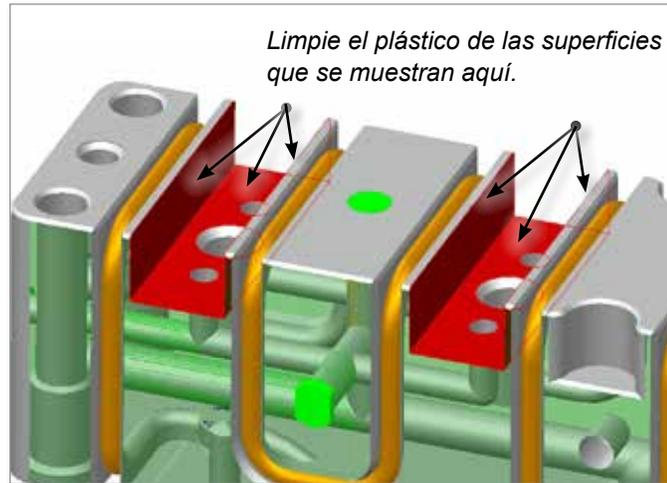

Figura 19-9 Eliminación de residuos plásticos de las superficies
1. Limpie cualquier residuo de plástico de las superficies de la interfaz del canal de colada caliente. Consulte la Figura 19-9.